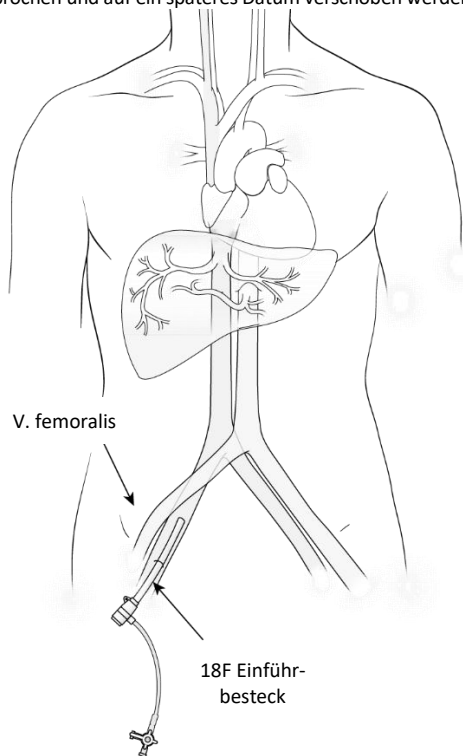

Abbildung 24
- (a) Führen Sie nach schrittweiser Erweiterung des Zugangs mithilfe des 9F und des 13F Dilatators die 18F Einführschleuse unter Anwendung der Seldinger-Technik sowie fluoroskopischer und angiographischer Standardmethoden in die V. femoralis ein. Die Venenschleuse kann entweder ipsilateral oder contralateral zur Platzierung der 5F Femoralarterienschleuse platziert werden, siehe Abbildung 24. Spülen Sie die Schleuse mit steriler heparinisierter normaler Kochsalzlösung. Sonographische Kontrolle und eine einzelne Punktion der anterioren Wand der V. femoralis über dem Femurkopf sind erforderlich, um eine Komprimierbarkeit der Vene beim Entfernen der Schleuse sicherzustellen. Bei einer versehentlichen suprainguinalen Punktion muss der Eingriff abgebrochen und auf ein späteres Datum verschoben werden.